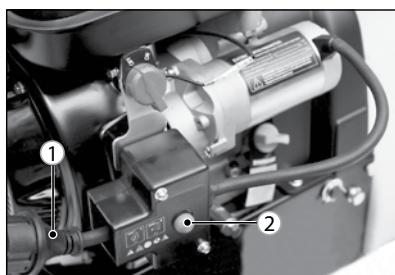

Рис. 15
8. При использовании электростартера подключите сетевой удлинитель, предназначенный для питания садового электроинструмента и рассчитанный на напряжение 230 В, к штекельной вилке стартера 1 (рис. 15).
9. Нажмите кнопку электростартера 2 и удерживайте ее в течение 3-5 секунд. Произойдет прокручивание вала двигателя и его запуск. Как только двигатель запустился, немедленно отпустите кнопку включения электростартера и отсоедините электрический удлинитель от штекельной вилки снегоуборщика. Если двигатель не запустился, сделайте перерыв в течение 15-20 секунд и повторите попытку (рис. 15).